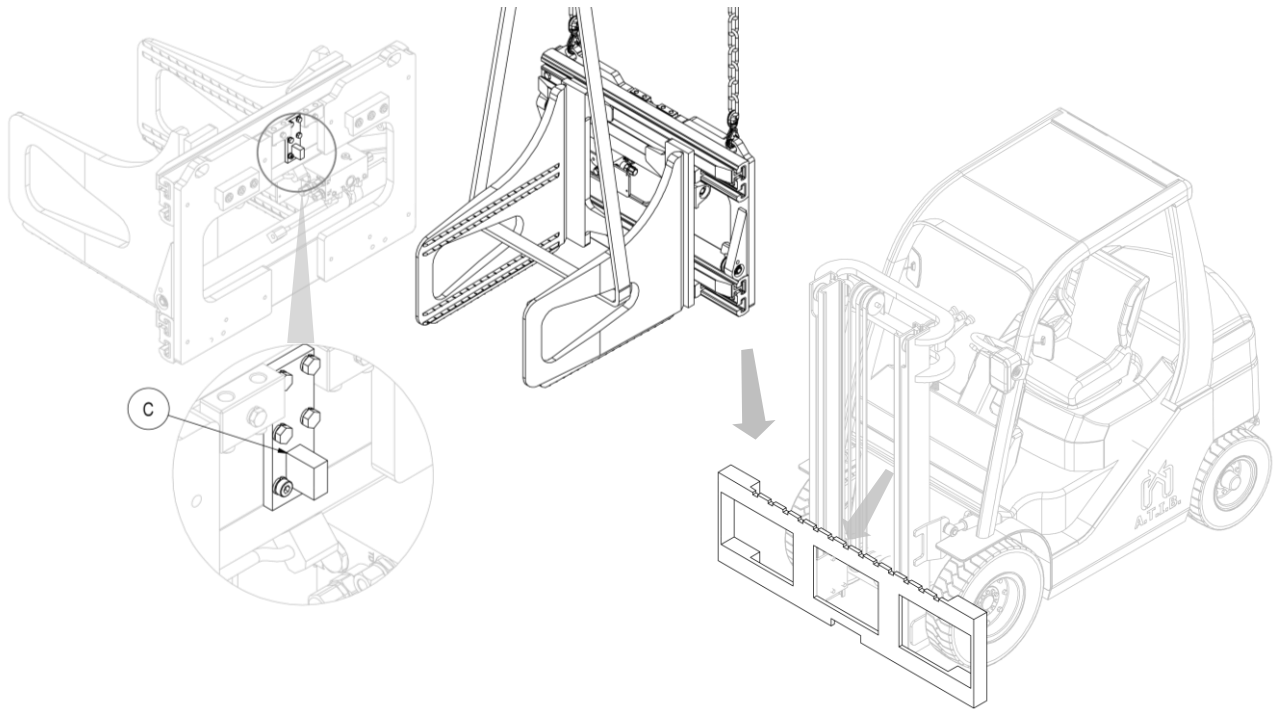

Figura 3
6. Enganche el implemento desde el punto de agarre superior con un puente grúa colóquelo en la placa porta horquillas, teniendo cuidado de encajar el diente de centrado C en la muesca central de la placa (mira *Figura 3*).